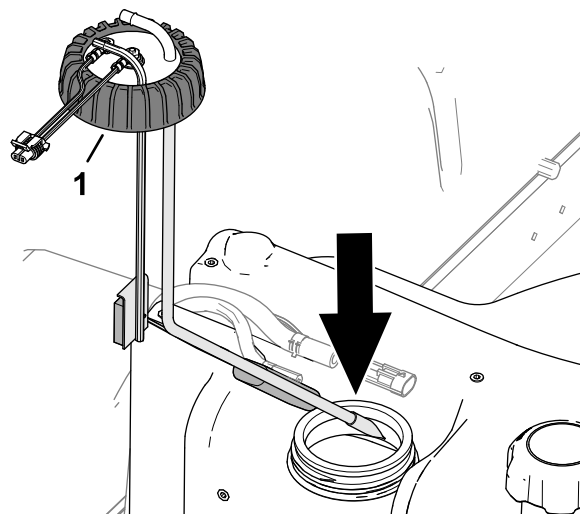

Рисунок 91
2. Осторожно установите топливозаборную трубу и поплавок в топливный бак (Рисунок 91).